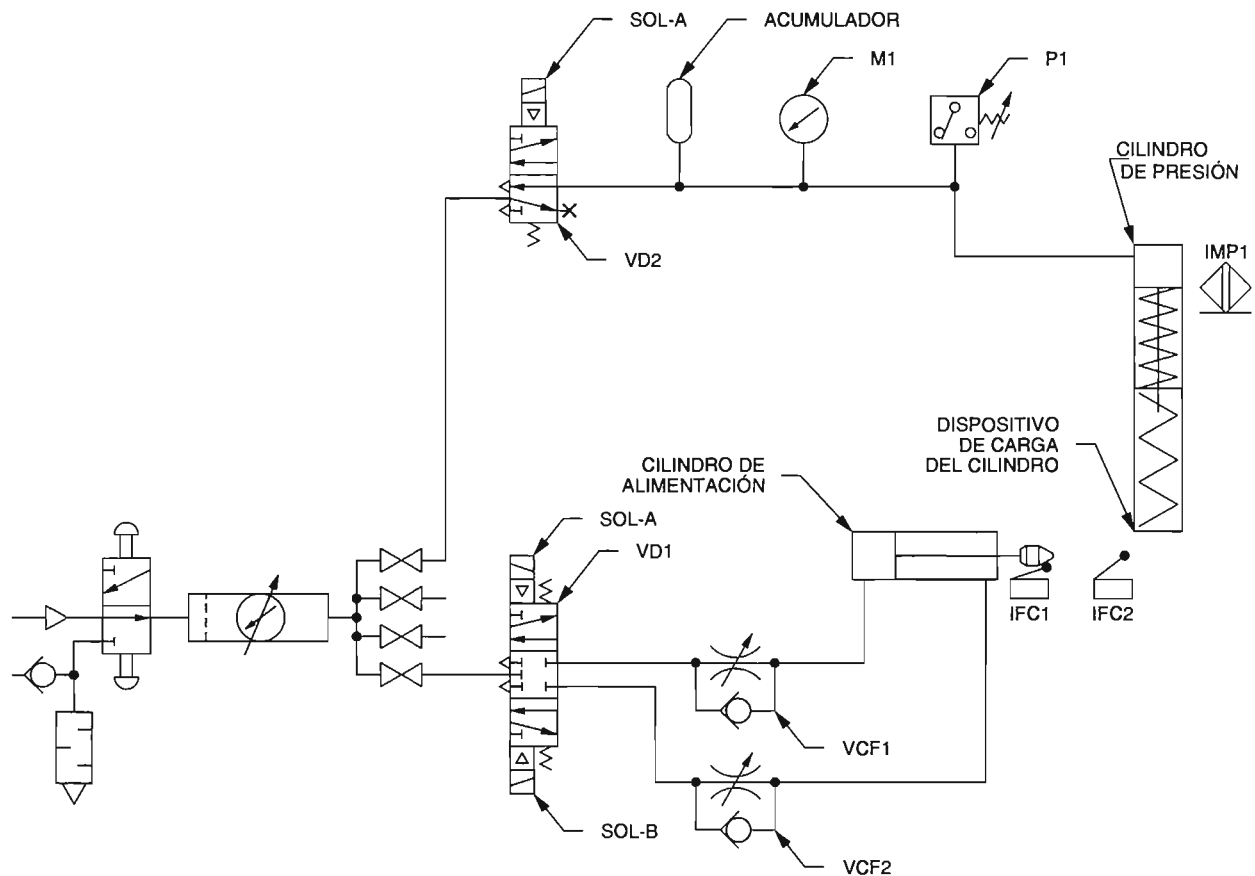

Figura 4-19. Circuito de simulación de un compactador de basura.
El circuito neumático de un circuito de simulación de un compactador de basura es mostrado en la figura 4-19. En este circuito, un presostato detecta la presión en el extremo émbolo del vástago del cilindro de presión para confirmar que la basura ha sido compactada. Un relé temporizado, no mostrado en el dibujo, permite la fuerza ejercida por el cilindro de presión para mantenerse por un tiempo preajustado para completar el trabajo de compactación. El interruptor magnético de proximidad IMP1 y los interruptores de fin de carrera IFC1 y IFC2 detectan y confirman la posición de los vástagos de los cilindros.
- 1. Diseñe la sección eléctrica del circuito de simulación de un compactador de basura mostrado en la figura 4-19. El circuito operará como sigue:
- ☐ 2. Conecte el circuito mostrado en la figura 4-19 y el circuito eléctrico que diseñó.